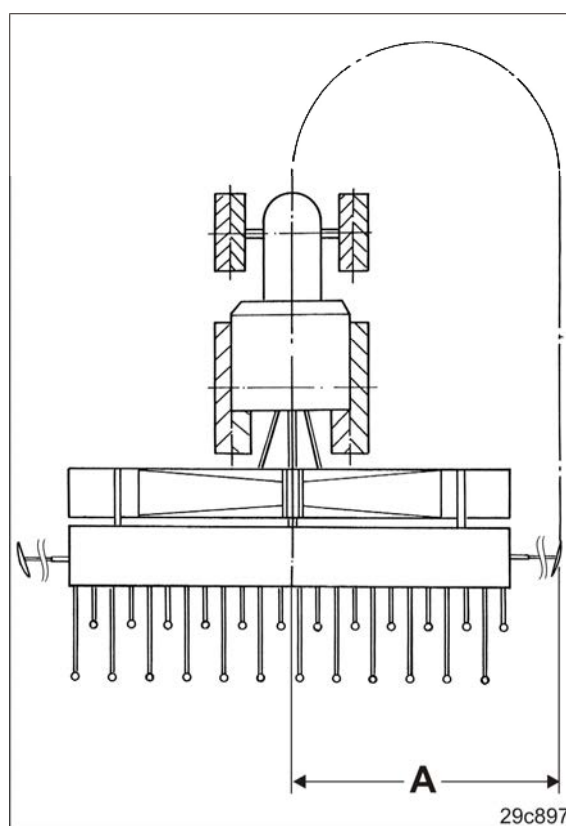

Fig. 160
- 3.5 Indstil spormarkørlængden på længden "A" (se tabel Fig. 160).